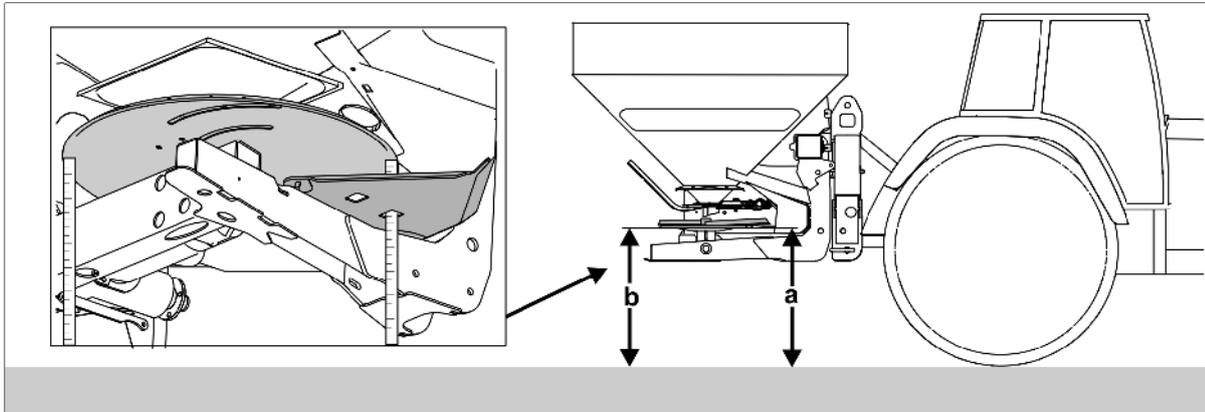

図 55
4. 上側リンクピン (図 55) は不意に外れることがないように、ばね圧による自動作動式安全ラッチで固定します。